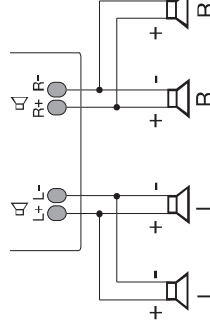

Bild 4
- Für eine breitere Klangverteilung im Raum lassen sich pro Kanal mehrere Lautsprecher parallel schalten (Bild 4). Dabei unbedingt die resultierende, niedrigere Impedanz beachten sowie die technischen Spezifikationen der Audio-Signalquelle!